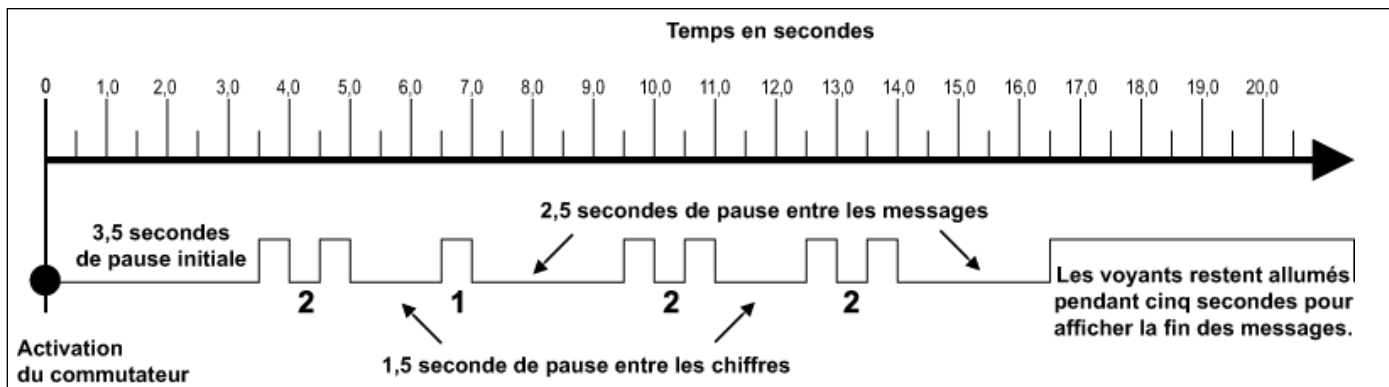

FIGURE 14 - EXEMPLE DE MESSAGE DE CODE CLIGNOTANT
4. Après une pause de 3,5 secondes, l'ECU commence à répondre avec des clignotements de données de sortie. Cf. Figure 14 comme exemple.